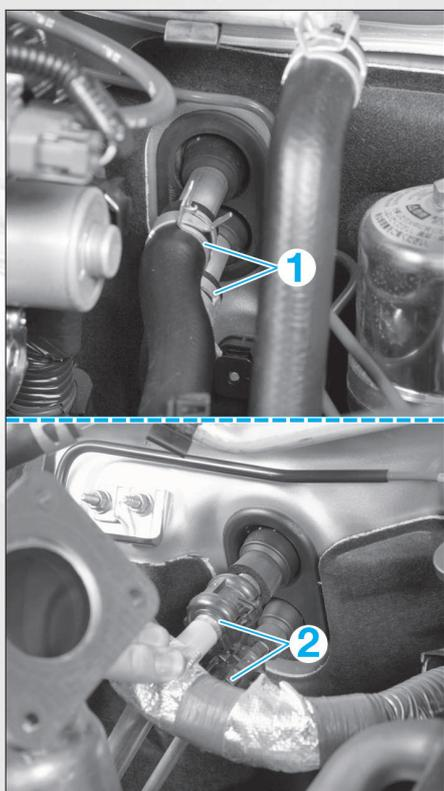

FIG. 11
- Débrancher les durits (1) de radiateur de chauffage et les canalisations (2) de l'évaporateur (fig. 11).